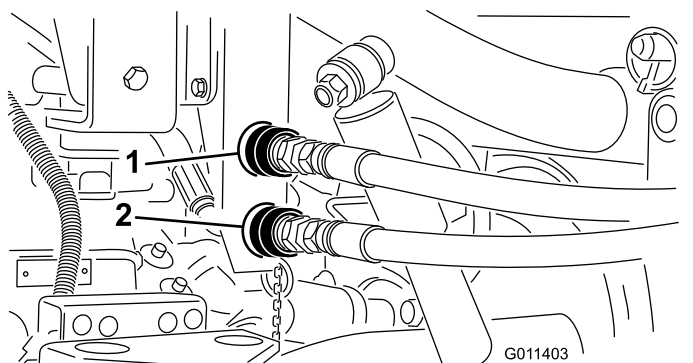

Figura 18
1. Limpie la suciedad que haya en los acoplamientos rápidos de los manguitos de la receptadora (Figura 18).
Nota: Los acoplamientos mostrados en Figura 18 son de los vehículos con número de serie 239999999 y anteriores.